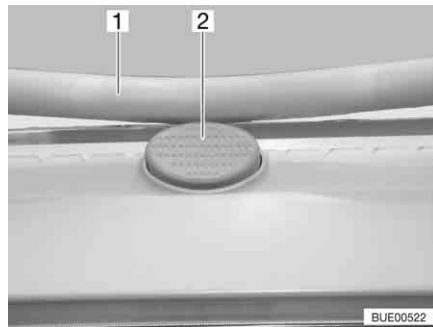

Fig. 87 Bottone di sicurezza sull'oblò Heki
- Premere il bottone di sicurezza (Fig. 87,2) e tirare verso il basso la staffa (Fig. 87,1) con entrambe le mani.
- Premere la staffa verso l'alto con ambedue le mani, finché la staffa non poggia al di sopra del bottone di sicurezza (Fig. 87,2).